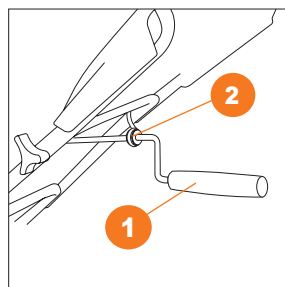

Рис. 11
4. Проденьте ручку изменения направления выброса **1** в фиксатор **2** расположенный на нижней рукоятке **DAST 2700E / DAST 3000E** (Рис. 11).